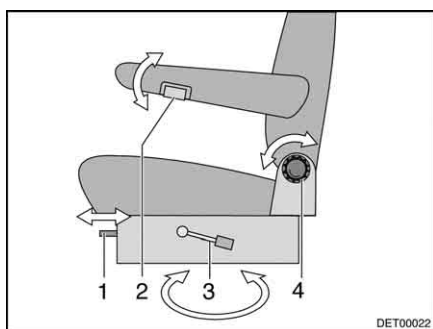

Fig. 17 Siège conducteur et siège passager
- Tirer sur le levier (Fig. 17,3) pour faire pivoter le siège. Le siège est libéré du dispositif de blocage.